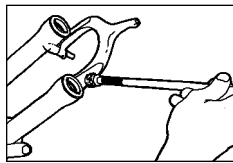

Fig. 7
- Nettoyez les parties intérieures des tubes inférieurs, les bagues (deux par bras) et le joint Resi-wiper. Une extension de douille 3/8 po enveloppée dans un chiffon non pelucheux fait très bien l'affaire (voir Fig. 7).